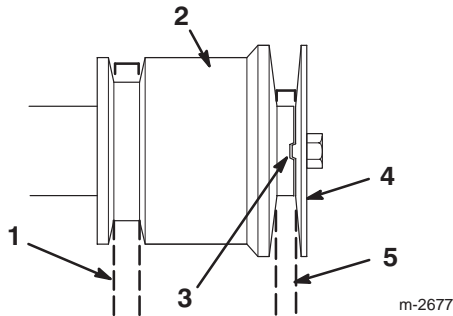

Figure 32
**Remarque :** Ne pincez pas la courroie d'entraînement de traction (Fig. 32).
15. Remontez la poulie à gorge du moteur en prenant soin de bien engager le relief d'indexation dans le creux d'indexation de la poulie du moteur (Fig. 32).
16. Fixez la poulie à gorge avec la rondelle, la rondelle-frein et la vis du vilebrequin (Fig. 32).
**Remarque :** Ne pincez pas la courroie d'entraînement de tarière/roue hélice (Fig. 32).
**Remarque :** Contrôlez que le relief d'indexation de la poulie à gorge du moteur est bien engagé dans le creux d'indexation de la poulie du moteur centrale. Ne pincez pas la courroie (Fig. 32).